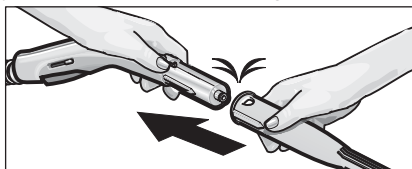

Fig. 1: Fixarea accesoriilor pe pistolul cu abur
- Cuplați accesoriul dorit (C1, D1) cu pistolul cu abur (B1). Pentru aceasta, fixați capătul tubular al accesoriului pe pistolul cu abur (B1). Împingeți apoi accesoriul pe pistolul cu abur, până la blocarea butonului de dezăvorâre (B3) al pistolului cu abur (vezi fig. 1).